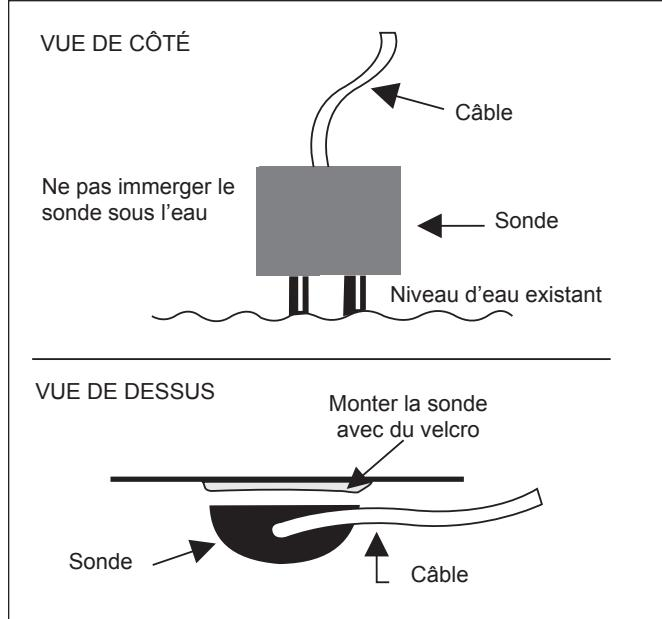

Figure 13. Installation d'une sonde d'écumoire (demi-lune) en réfection
- a. Fixez la sonde d'écumoire (demi-lune) horizontalement sur une écumoire existante. Fixez avec du velcro ou un adhésif approprié dans la gorge de l'écumoire derrière l'arc de porte. Vous reporter aux figures 13 et 15.